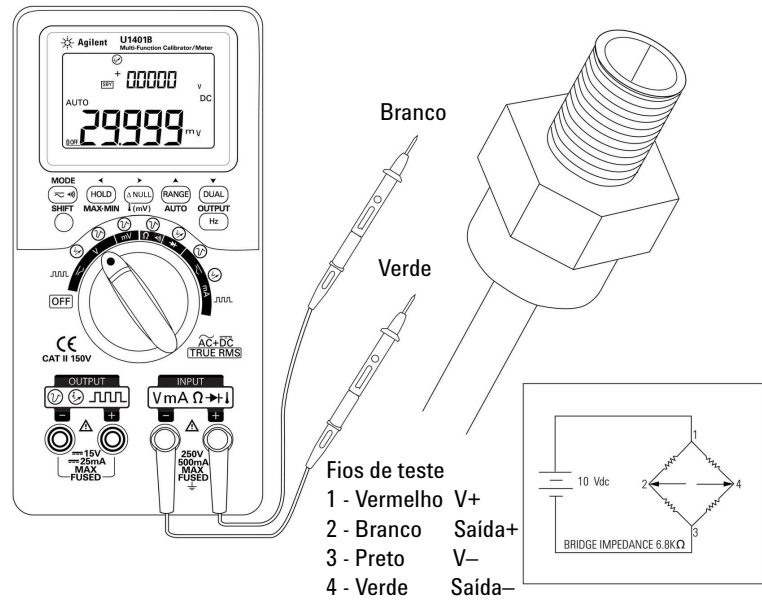

Figura 5-4 Medição de transdutor de pressão
- 3 Aplique as pontas de prova nos pontos de teste (Figura 5-4 na página 93) e leia a exibição.